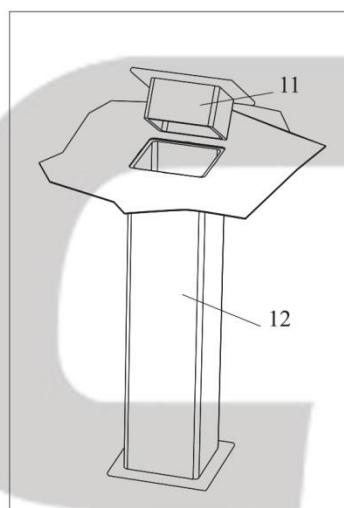

Рис. 3
2. В месте, где будут размещаться стойки, пробурить отверстие Ø350÷400мм и глубиной не менее 350мм. Забетонировать в отверстиях стаканы **12** так, чтобы верхний край стаканов был на одном уровне с верхней плоскостью пола (рис. 3). Стойки устанавливаются за боковыми линиями на расстоянии 0,914 м от них. Высота натяжения сетки у стоек – 1,07 м, в середине - 0,914 м. Ширина крата – 10,973 м.